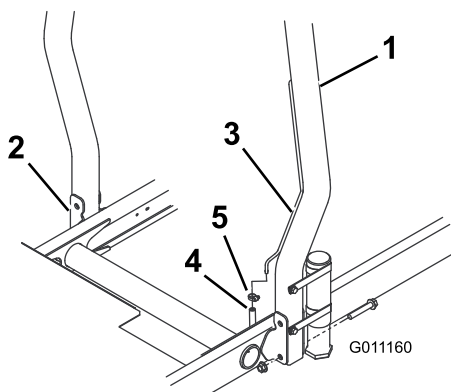

Рисунок 12
1. Опустите штангу защиты от опрокидывания на монтажные кронштейны тягового блока, совместив монтажные отверстия. Убедитесь в том, что вентиляционная трубка на штанге защиты от опрокидывания находится с левой стороны машины (Рисунок 12).
- Прикрепите каждую сторону штанги защиты от опрокидывания к монтажным кронштейнам с помощью 2 (двух) болтов с фланцевыми головками и контргаяк (Рисунок 12). Затяните крепежные элементы с моментом 81 Н-м.